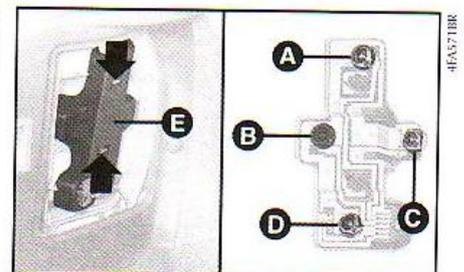

fig. 31
2) Retirar o porta-lâmpadas **E**-fig. 31 apertando os dois botões de fixação.
### As lâmpadas são do tipo: fig. 31